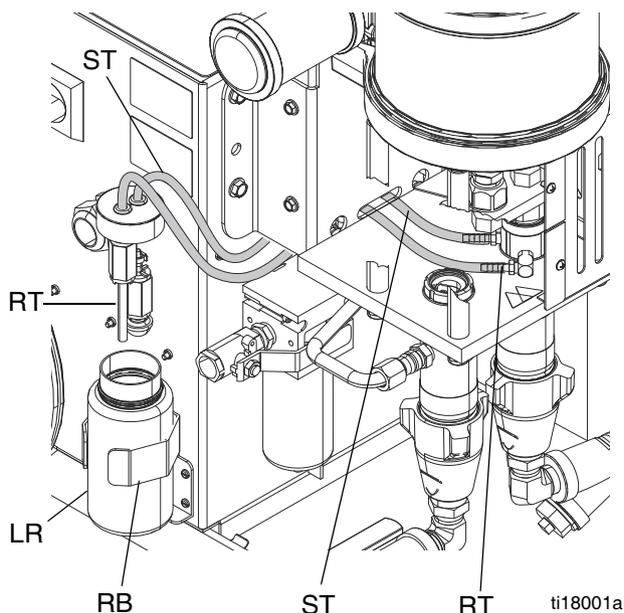

図 15: ポンプの潤滑システム
2. 潤滑剤リザーバー (LR) をブラケット (RB) から持ち上げて、キャップから容器を外します。適当な空缶の上でキャップを持ち、チェックバルブを外して潤滑油を流して下さい。チェックバルブをインレットホース (ST) に再度接続します。図 15 を参照してください。